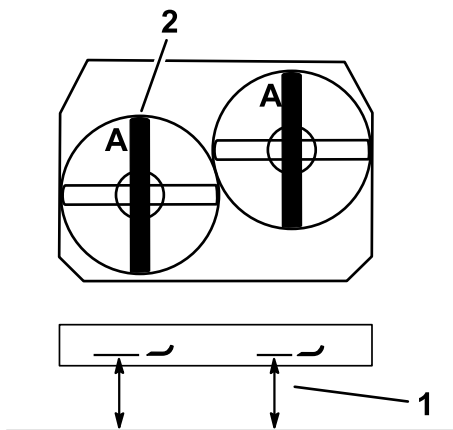

Figura 46
2. Mida desde una superficie nivelada hasta el filo de corte, posición A, de las cuchillas (Figura 46).